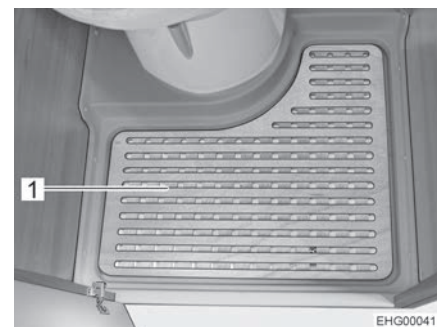

Fig. 116 Plancher amovible
- Retirer le plancher amovible (Fig. 116,1) pour se doucher.